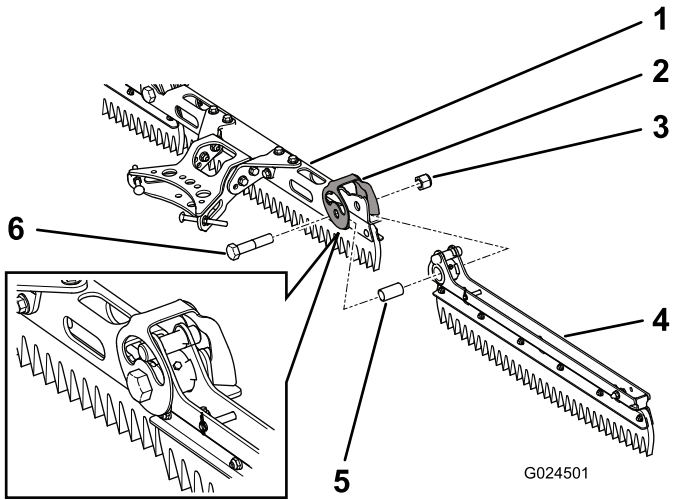

Рисунок 6
2. Вставьте длинную проставку в отверстие оси поворота каждого бокового узла (Рисунок 6).
4. Выровняйте ограждение троса над отверстием оси поворота и закрепите его с помощью болта (3/4 x 3-1/2 дюйма) и контргайки (3/4 дюйма), затянув их с моментом от 163 до 217 Н•м; см. Рисунок 6.
6. Выровняйте ограждение троса над отверстием оси поворота и закрепите его с помощью болта (3/4 x 3-1/2 дюйма) и контргайки (3/4 дюйма), затянув их с моментом от 163 до 217 Н•м; см. Рисунок 6.